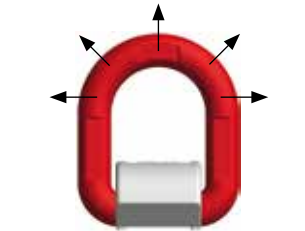
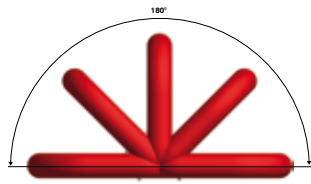

Bild 1
Bild 2
Korrekt val av storlek och antal surringspunkter ska beaktas i förhållande till vikten som ska lyftas. Efter svetsning ska den röda ringen kunna rotera 180° utan att fastna (se bild 2). Belastning endast i angiven riktning (se bild 1). Temperatur: -20 °C till 400 °C.
- Belastning endast i angiven riktning (se bild 1) med WLL enligt tabell.